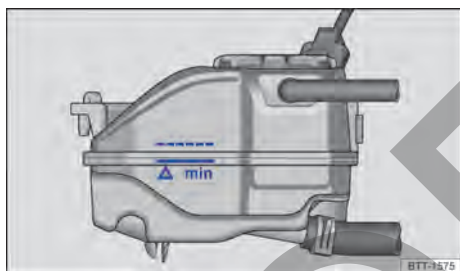

Fig. 186 En el compartimento del motor: marca en el depósito de expansión del líquido refrigerante del motor.
- Con el motor frío, comprobar el nivel del líquido refrigerante del motor por la marca lateral del depósito → **fig. 186**.
- El nivel del líquido refrigerante del motor debe permanecer dentro de la marca del depósito → **fig. 186**. **¡No reabastecer hasta arriba del borde superior de la franja marcada →  !**
- Completar con líquido refrigerante del motor solo hasta el borde superior de la línea marcada → fig. 186. De lo contrario, al calentarse, el líquido excedente sería expulsado del sistema de refrigeración del motor y podrá causar daños.